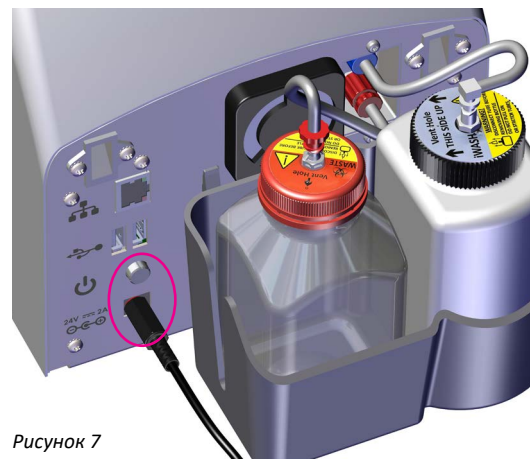

Рисунок 7
1. Подсоедините шнур питания к блоку питания (Рис. 7).
1. Чтобы включить прибор, нажмите на кнопку включения/выключения на задней панели прибора (Рис. 7).